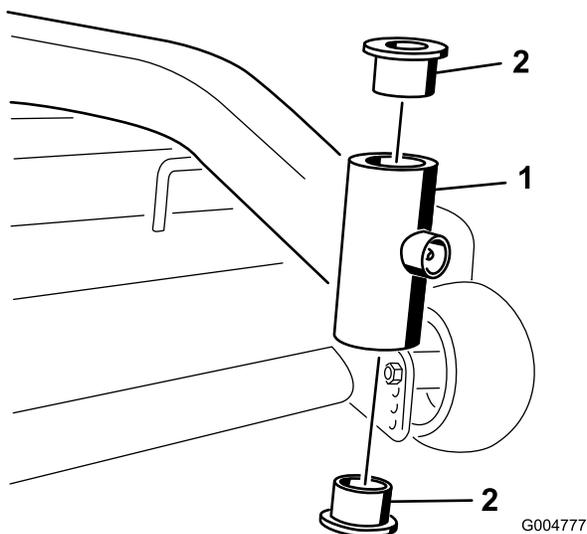

Figura 38
4. Introduzca un punzón botador en el tubo de montaje y con sumo cuidado retire los casquillos (Figura 38).